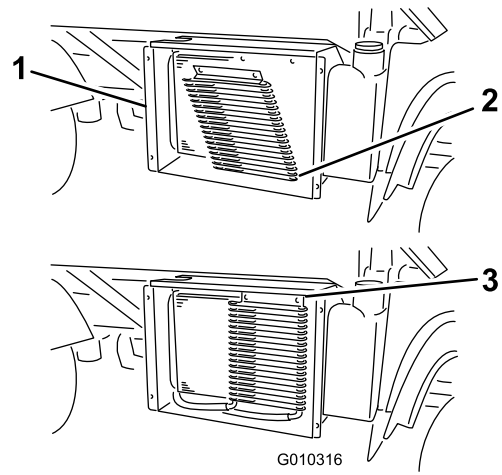

Figura 15
1. Introduzca las pestañas de montaje del enfriador en las ranuras situadas debajo del radiador (Figura 15).
2. Gire el enfriador hacia arriba y sujete la parte superior del mismo con los cierres de 1/4 de giro del radiador (Figura 15).